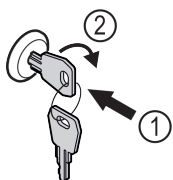

Fig. 46 Vejledende illustration
- ▶ Sæt nøglen i Fig. 46 (1).
- ▶ Drej nøglen 90° med uret Fig. 46 (2).